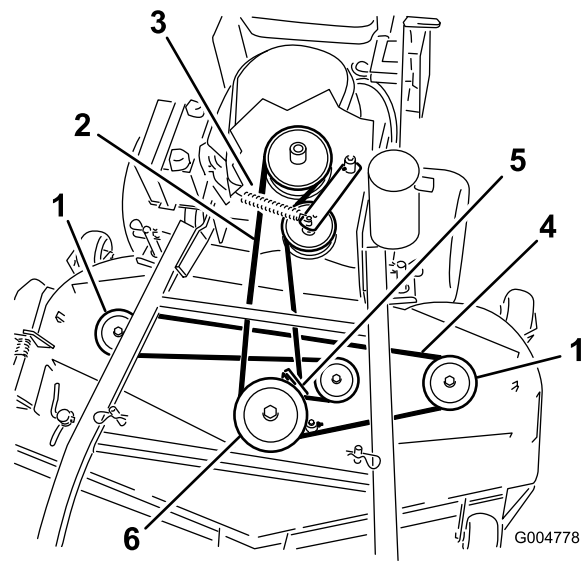

Figura 46
6. Desconecte el muelle del brazo de la polea tensora para aliviar la tensión de dicho brazo y de la polea tensora; retire la correa del cortacésped desgastada (Figura 46).
7. Instale la nueva correa del cortacésped alrededor de las dos poleas exteriores de los ejes, la polea tensora y en la ranura inferior de la polea doble de los ejes (Figura 46).
8. Conecte el muelle del brazo de la polea tensora (Figura 46).
10. Ajuste la guía a 3 mm (1/8 pulg.) de la correa (Figura 46).